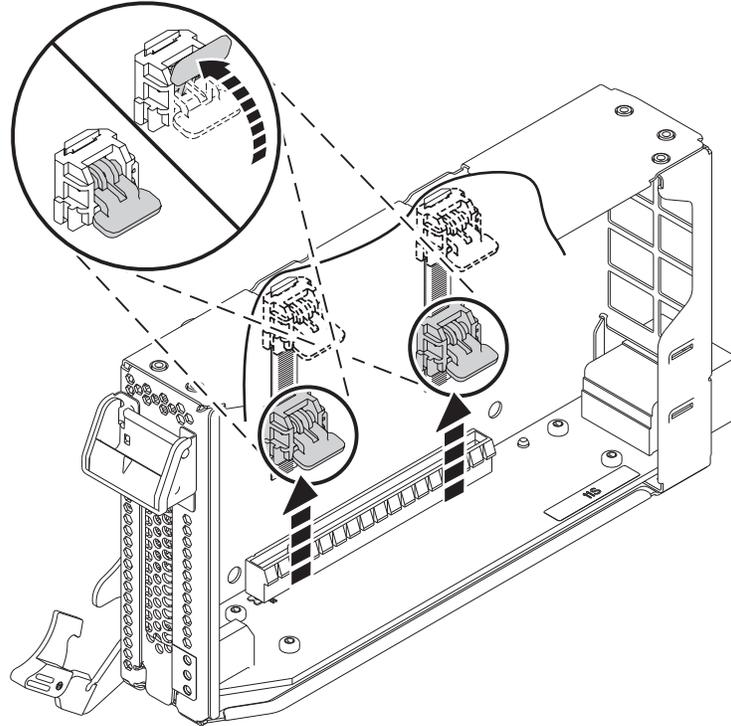

図 40. カセット・ラチェットのアンロック
- a. 43 ページの図 40 に示すように両方のカセット・ラチェットを回転させて、それらをアンロックします。
- b. 43 ページの図 40 に示すように、カセット・ラチェットをカセットの上端まで押し上げます。